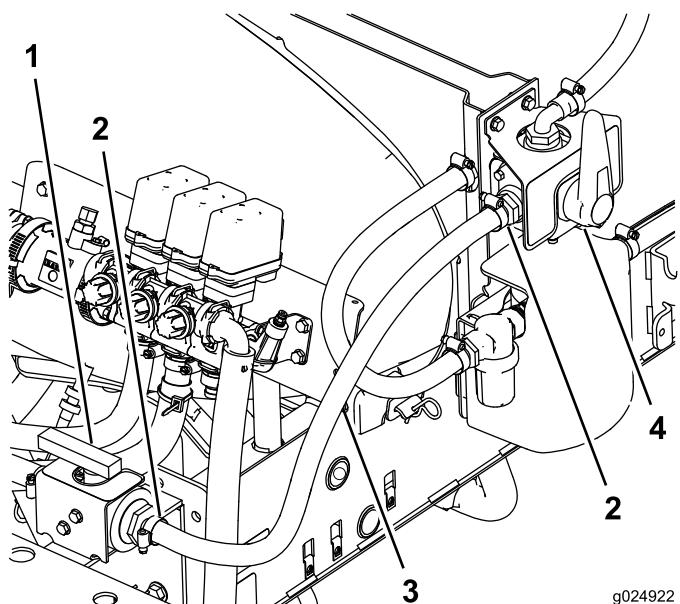

Figura 26
- Montate il flessibile (Figura 26).